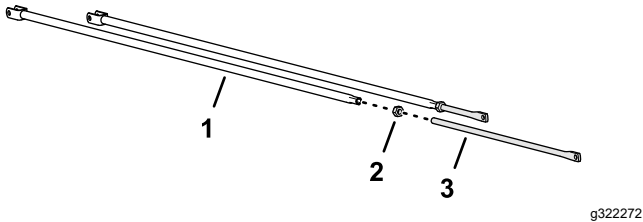

Figura 22
1. Monte la tuerca (7/16") en la varilla de acoplamiento de la varilla de control (Figura 22).
2. Monte la varilla de acoplamiento y la tuerca en el tubo de la varilla de control (Figura 22).